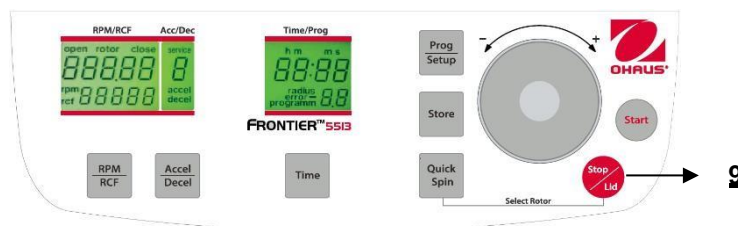

Abbildung. 24
Mit der Taste "**Stop/Lid**" (9) (siehe Abbildung 24) können Sie den Durchlauf jederzeit unterbrechen. Nachdem Sie die Taste gedrückt haben, wird sich die Zentrifuge mit der vorab ausgewählten Intensität bis zum Stillstand verlangsamen. Nach dem Stillstand des Rotors wird durch Drücken der Taste "Stop/Lid" der Deckel geöffnet.